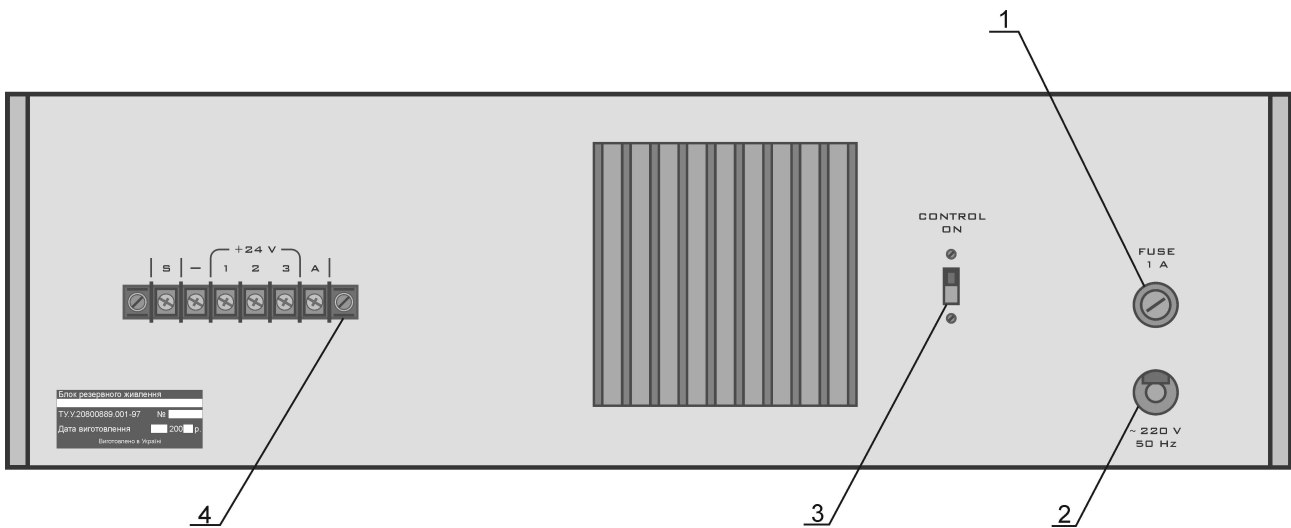

Рисунок 17
9.2.11. Розміщення клем на задній панелі блоку резервного живлення вказано на рис. 17.